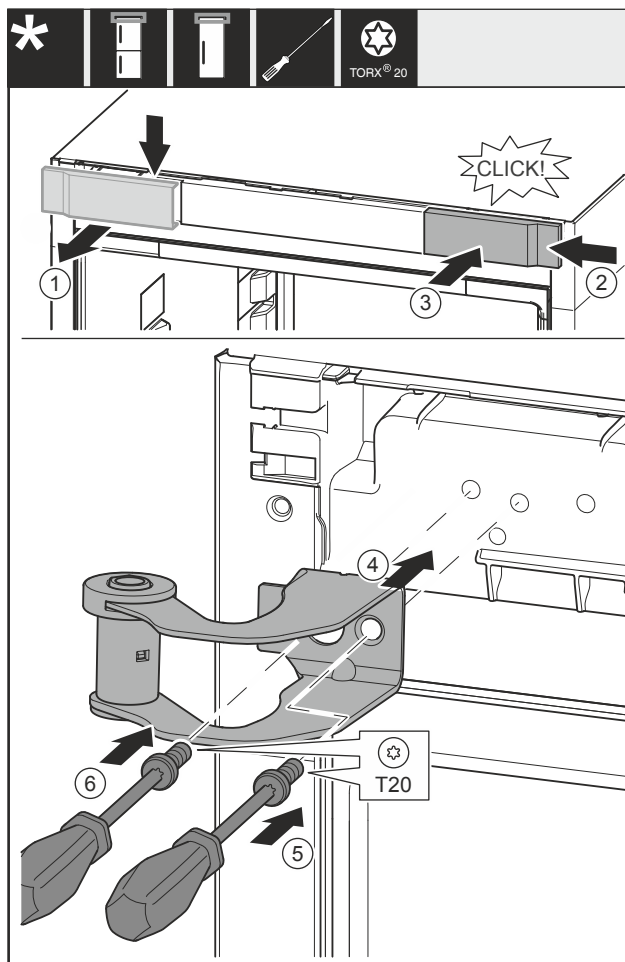

Fig. 17
- ▶ Skinite poklopac Fig. 17 (1) odozgo prema naprijed.
- ▶ Zakvačite poklopac Fig. 17 (2) okrenut za 180° na drugoj strani zdesna.
- ▶ Pustite da se poklopac Fig. 17 (3) uglavi.
- ▶ Postavite gornji podložak ležaja Fig. 17 (4).
- ▶ Pritegnite vijak Fig. 17 (5).
- ▶ Pritegnite vijak Fig. 17 (6).